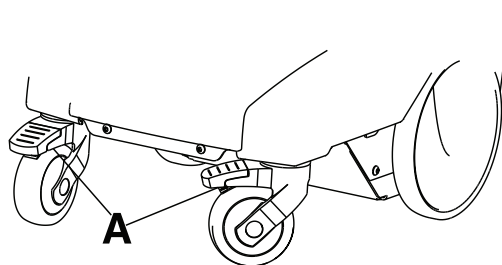

Abbildung 3-6: Radsperrn
Zum Anziehen der Radsperrn (A) (Abbildung 3-6 auf Seite 3-24) mit dem Fuß nach unten drücken.
Zum Loslösen der Radsperrn (A) (Abbildung 3-6 auf Seite 3-24) mit dem Fuß nach oben drücken.